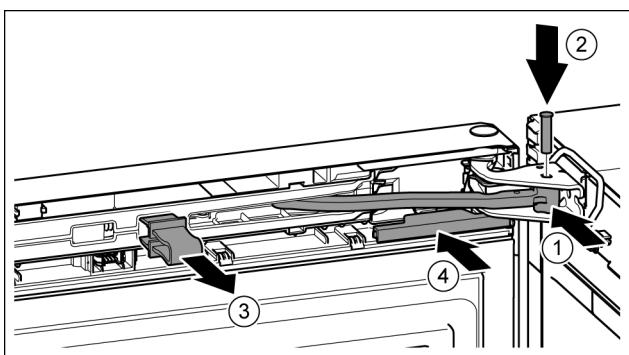

Fig. 42
- ▶ 铰链转入托架。Fig. 42 (1)
- ▶ 将螺栓插入托架和铰链。同时注意止动凸轮需正确地位于凹槽中。Fig. 42 (2)
- ▶ 取下保险装置。Fig. 42 (3)
- ▶ 插入盖板。Fig. 42 (4)